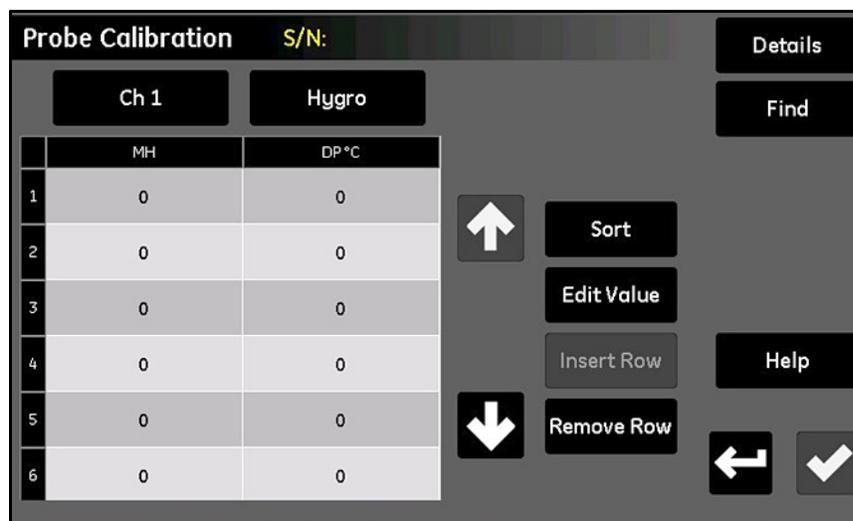

Рис. 58: Экран калибровки датчика
1. В *Configuration Menu (Меню настройки)* нажмите кнопку **Probe Calibration (Калибровка датчика)**, при этом должен открыться экран *Probe Calibration (Калибровка датчика)*, аналогичный представленному на *Рис. 58 на стр. 63*.